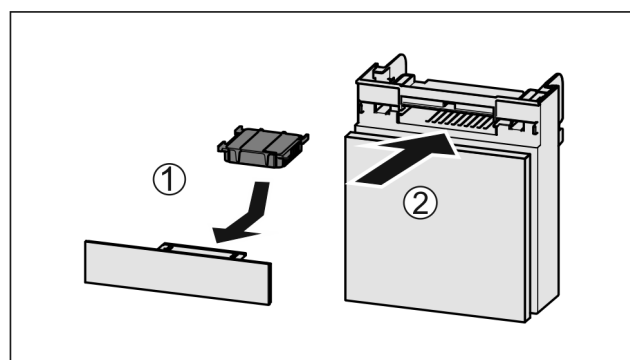

Fig. 46
- Sett inn Fig. 46 (1) aktivkullfilteret etter figuren.
- Skyv inn Fig. 46 (2) hyllen.